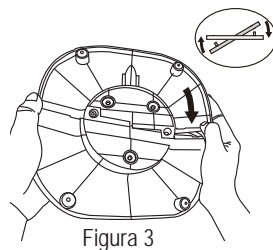

Figura 3
3. Presione las dos mitades de la base para entrecruzarlas, como se muestra en la Figura 3. (Figura 3)